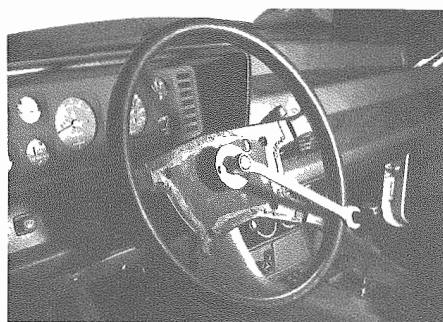

Fig. 8 - Attrezzo n. 2
- Allentare il dado di fissaggio ed estrarre il volante servendosi dell'attrezzo n. 2 (**Fig. 8**).
- Unscrew fixing nut and take out steering wheel by means of tool No. 2 (**Fig. 8**).